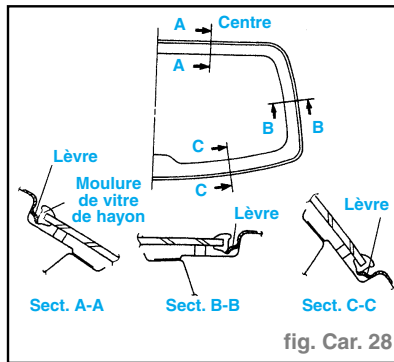

fig. Car. 28
- À l'aide d'un couteau universel, retirer la lèvres de la moulure de vitre de hayon. (fig. Car. 28)